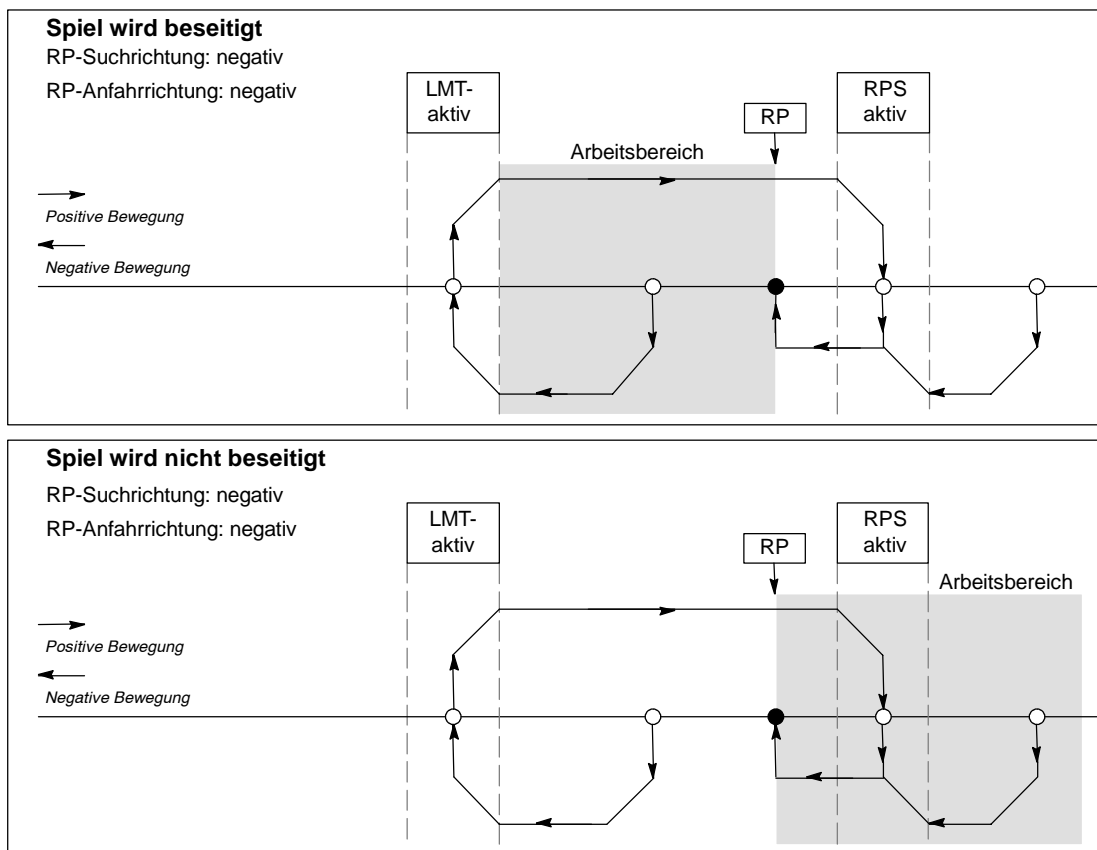

Bild 9-25 Lage des Arbeitsbereichs mit und ohne Spielbeseitigung
Bild 9-25 zeigt den Arbeitsbereich in Beziehung zum Referenzpunkt (RP), den Bereich RPS aktiv und die Endschalter (LMT+ und LMT-) für eine Anfahrrichtung, bei der das Spiel beseitigt wird. Im zweiten Teil der Abbildung ist der Arbeitsbereich so angeordnet, dass das Spiel nicht beseitigt wird. Bild 9-25 zeigt den RP-Suchmodus 3. Eine ähnliche Anordnung des Arbeitsbereichs ist für jede Suchsequenz der anderen RP-Suchmodi möglich, wenn auch nicht ratsam.